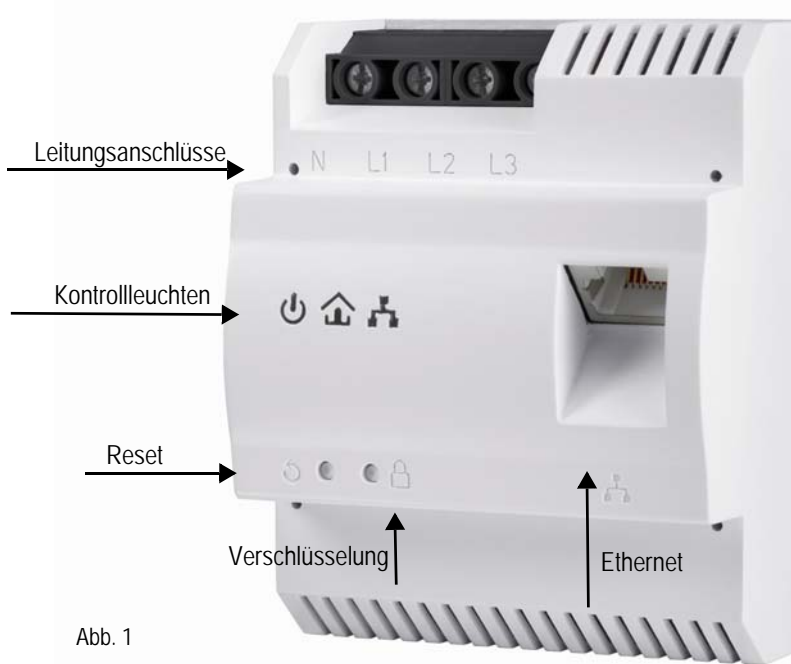

Abb. 1
Leistungsanschlüsse (Abb. 1)
Ethernet-Anschluss (Abb. 1)
Power (Abb.1)
HomePlug (Abb. 1)
Ethernet (Abb. 1)
1.2.4**Taster****Verschlüsselungsknopf (Abb. 1)**
Reset-Knopf (Abb. 1)